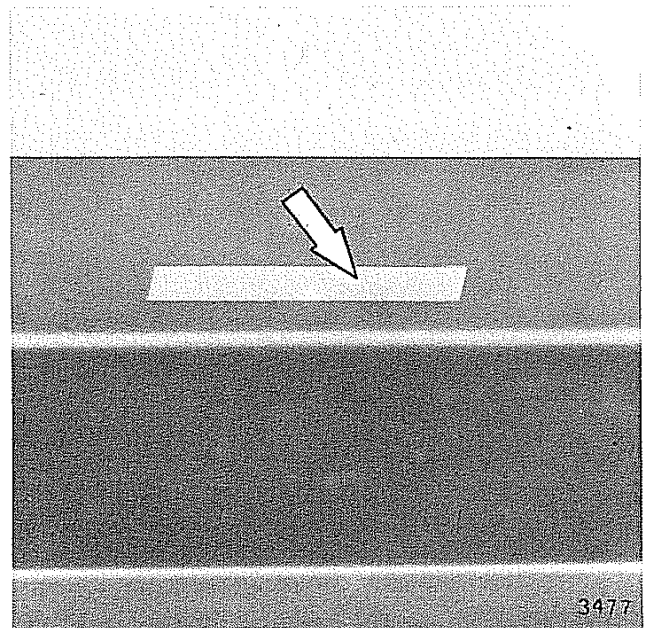

Fig. 26 - Identificazione rimorchio Tipo, Serie e Numero
**N.B.** – La sigla del tipo, la serie e il numero del rimorchio si trovano stampigliati sull'apposita targhetta metallica oppure nel punto indicato dalla freccia in fig. 26.